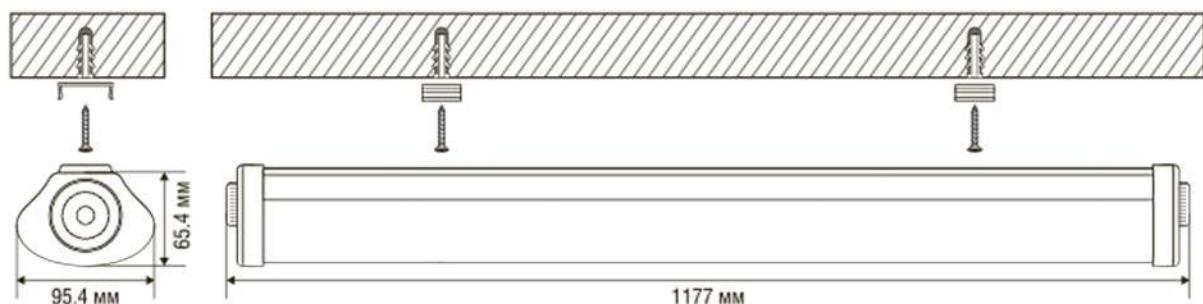

Рис. 1.
- Наметьте место будущей установки светильника и просверлите четыре отверстия, закрепите монтажные скобы как показано на Рис. 1. Вщелкните в них корпус светильника.